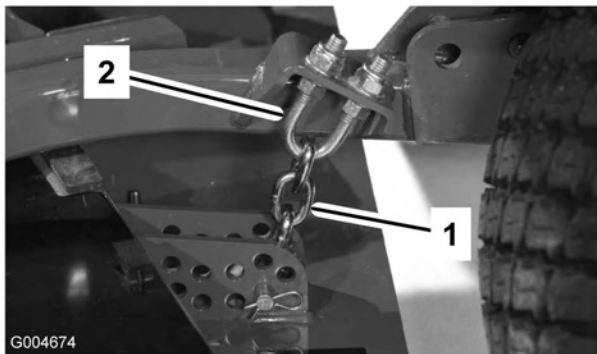

Bild 85
1. Lockern Sie die Klemmmuttern an der Ober- oder Unterseite des U-Bügels an der Schnitthöhenkette (Bild 85).